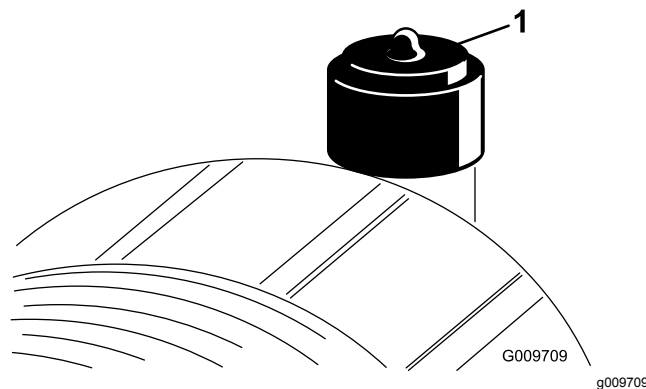

Figura 64
Revise el filtro del limpiador de aire únicamente cuando el indicador de mantenimiento (Figura 64) lo requiera. El cambiar el filtro antes de que sea necesario sólo aumenta la posibilidad de que entre suciedad en el motor al retirar el filtro.
2. Reinicie el indicador (Figura 64) si se ve rojo.